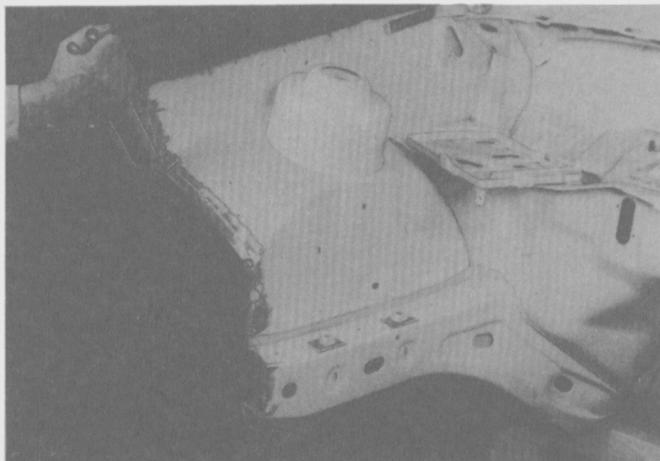

Fig. 156
- Encastrar la sección del guardabarro delantero interior con un elemento adecuado (Fig. 156).